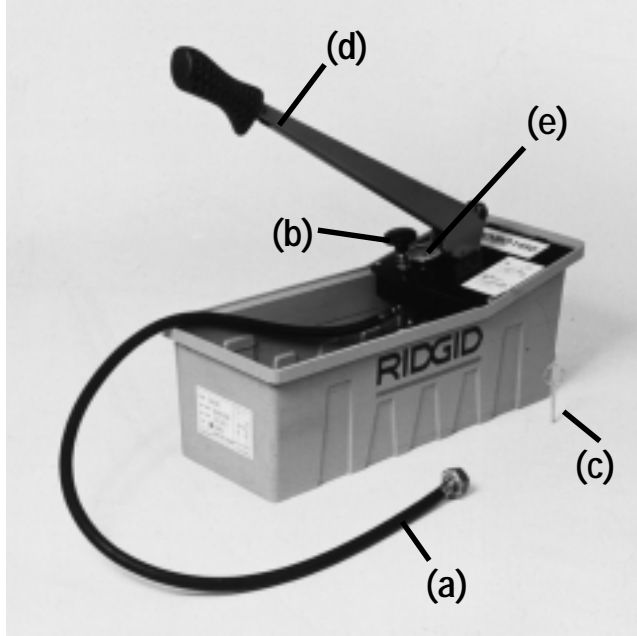

Fig. 1
2. Raak vertrouwd met de plaats en functies van alle pompcontroles voordat u deze gaat gebruiken (afb. 1).
Bedieningsinstructies (afb. 1)
2. Conoscere la collocazione e le funzioni di tutti gli elementi di regolazione prima di alimentare la pompa (fig. 1).
Istruzioni per il funzionamento (fig. 1)
2. Conozca la posición y funciones de todos los controles antes de utilizar la bomba. (fig 1.)
Instrucciones de Operación (fig. 1)